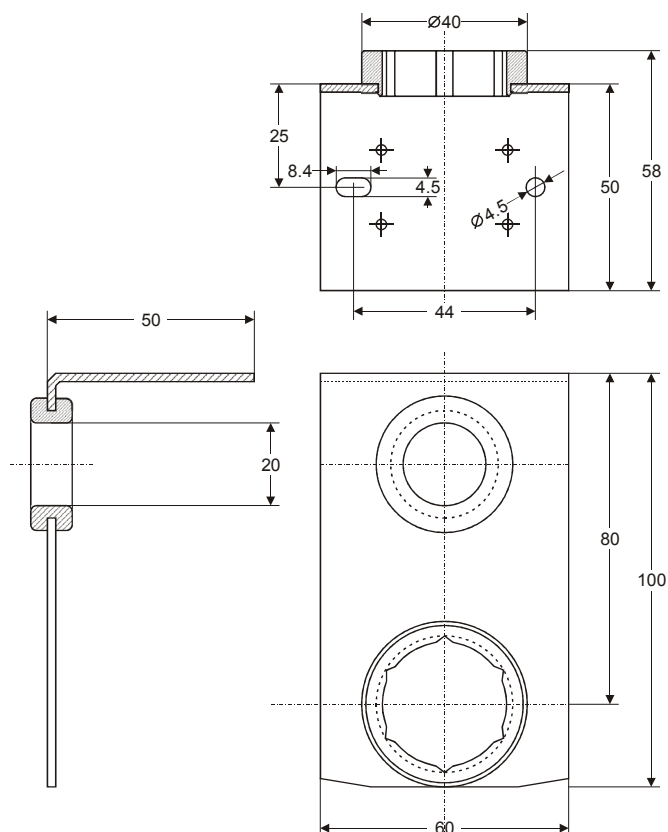

Fig. 66. Set de fixation sur paroi AST1
- Set de fixation sur paroi AST1, voir Fig. 66.